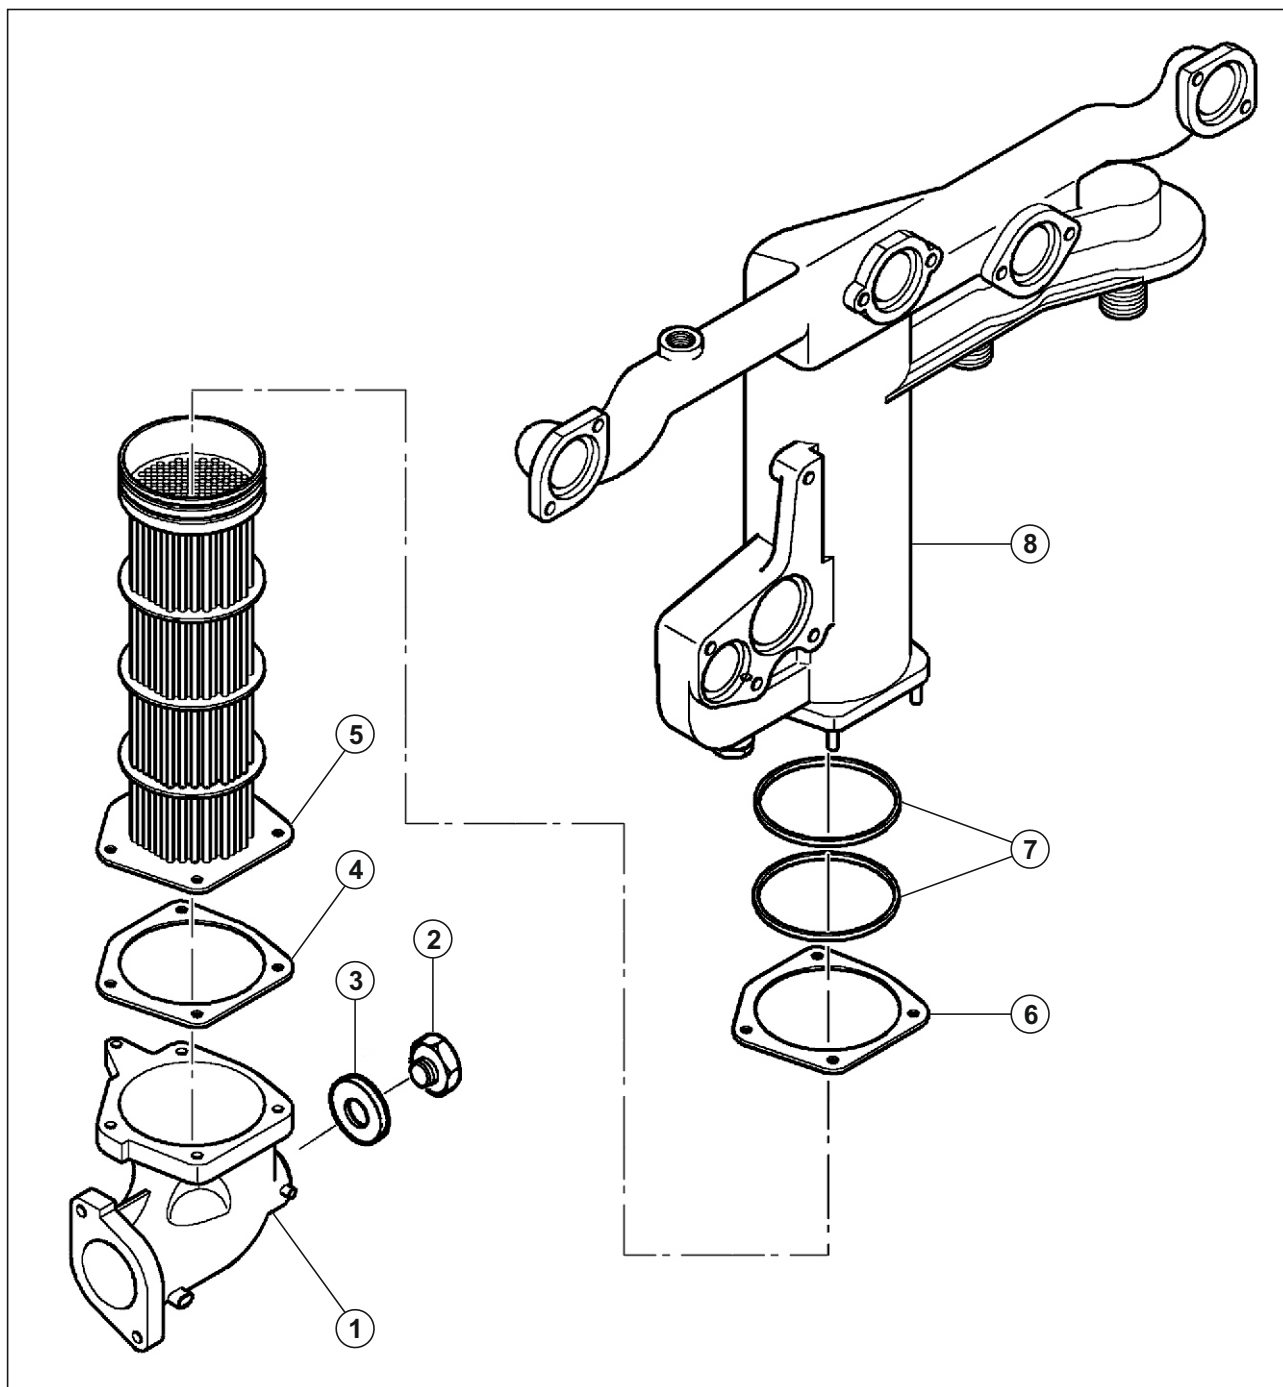

Рис. 68. Развернутая схема жидкостно-масляного теплообменника.
4.11.1.1. Разборка теплообменника жидкостно-масляного. (см. Рис. 68)
4.11.1.3. Сборка теплообменника жидкостно-масляного. (см. Рис. 68)